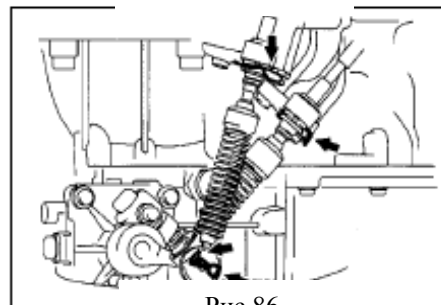

Рис.86
- (5) Подсоедините оба троса управления и затем установите две прокладки и два новых пружинных зажима. (рис.86)